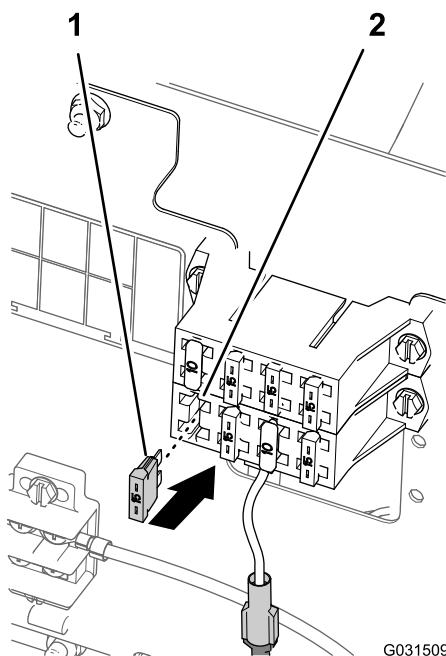

Figure 206
- Si le porte-fusibles comprend un connecteur à lame pour la machine, insérez le fusible de 15 A dans le porte-fusibles (Figure 206).